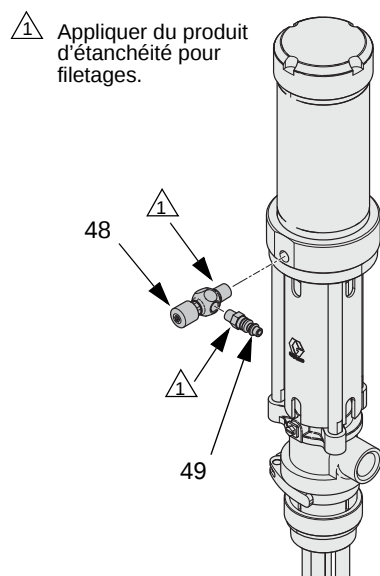

FIG. 4
1. Appliquer du produit d'étanchéité pour filetages sur les filetages mâles de la vanne d'air à pointe (48) et sur le raccord rapide (49) et les installer. Voir FIG. 4